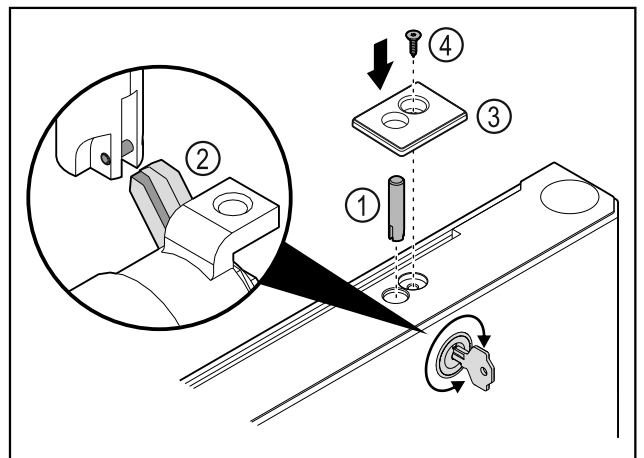

Fig. 42
- Colocar el perno de cierre Fig. 42 (1).
- Girar ligeramente la cerradura para que el perno de cierre Fig. 42 (2) encaje en la ranura de la cerradura.
- Colocar la cubierta Fig. 42 (3).
- Colocar el tornillo Fig. 42 (4).